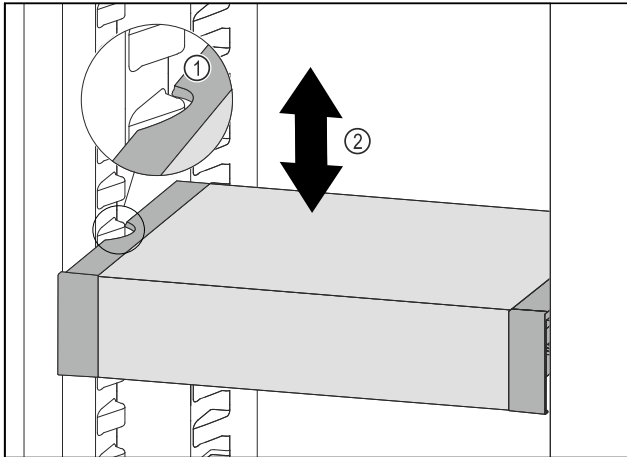

Fig. 127
- ▶ Тяните VarioSafe вперед, пока боковые выемки VarioSafe не окажутся на высоте выступа резервуара в холодильном отделении. Fig. 127 (1)
- ▶ Двигайте VarioSafe в холодильном отделении вверх или вниз, пока не будет достигнута требуемая высота. Fig. 127 (2)